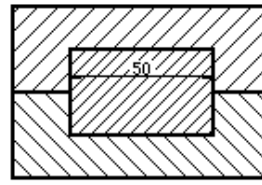

FIGURA 10
9. Debe evitarse la consignación de cotas sobre superficies sobre las superficies rayadas. En caso de consignarse, se interrumpirá el rayado en la zona de la cifra de cota, pero no en las flechas ni líneas de cota (*figura 10*).